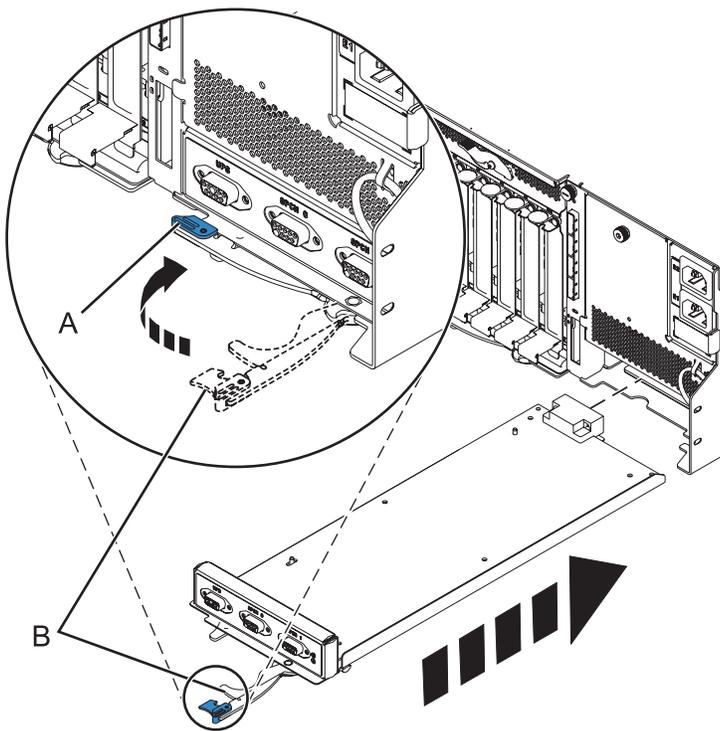

図 47. エンクロージャー管理コントローラーの再取り付け
7. 図 47 に示すように、エンクロージャー管理コントローラーを慎重にシステムに差し込んで、ラッチ (A) を閉じます。